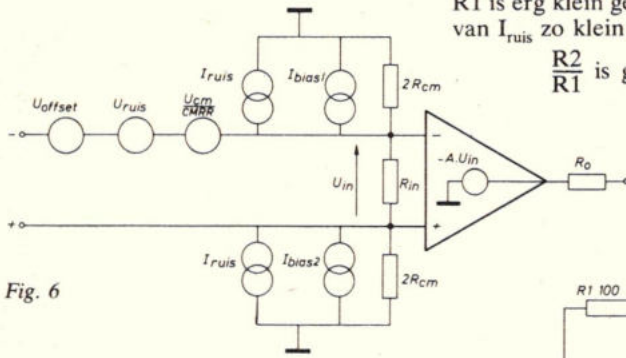

Fig. 6
1) in bepaalde klinieken dienen patiënten te worden afgezonderd om tot rust te komen. Heel discreet kunnen dan camera's worden opgesteld, zodat van tijd tot tijd even een blik kan worden geworpen op de toestand van de patiënten vanuit een controlekamer met een monitor, waarop meerdere camera's kunnen worden omgeschakeld. Door de camera te voorzien van de silicon target opneembuis i.p.v. een normaal vidicon is observatie bij lichtniveaus van 0,5 Lux mogelijk, bij toepassing van een infrarood lamp zelfs in volslagen duisternis! (zie RE 3-75, blz. 86, afb. 6)
Uit het voorgaande blijkt, dat het gewenste resultaat alleen afhankelijk is van de uitwendige passieve componenten. Deze toestand is echter niet geldig voor alle waarden van de uitwendige componenten en voor alle frequenties. Om het bruikbare gebied te destilleren gaan we uit van het vervangingscircuit van de niet-ideale OpAmp. Hierin zijn de belangrijkste versturende grootheden opgenomen, fig. 6.